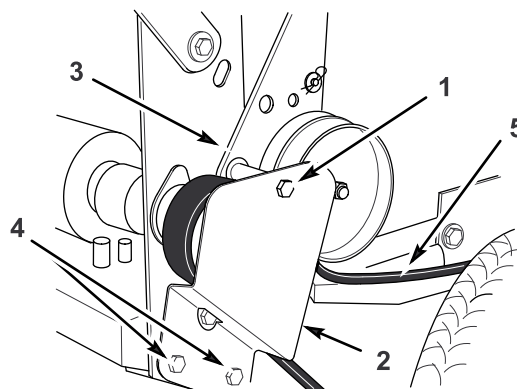

Figure 42
- Enlevez le boulon supérieur du support et de la patte de la poulie de tension au bâti arrière (Figure 42).
- Desserrez suffisamment les deux vis de fixation inférieures pour permettre à la courroie de passer entre la poulie d'entraînement et le support de la poulie de tension (Figure 42).
- Montez la vis de fixation supérieure du support et de la patte de la poulie de tension au bâti arrière (Figure 42).
- Serrez suffisamment les deux vis de fixation inférieures pour permettre à la courroie de passer entre la poulie d'entraînement et le support de la poulie de tension (Figure 42).